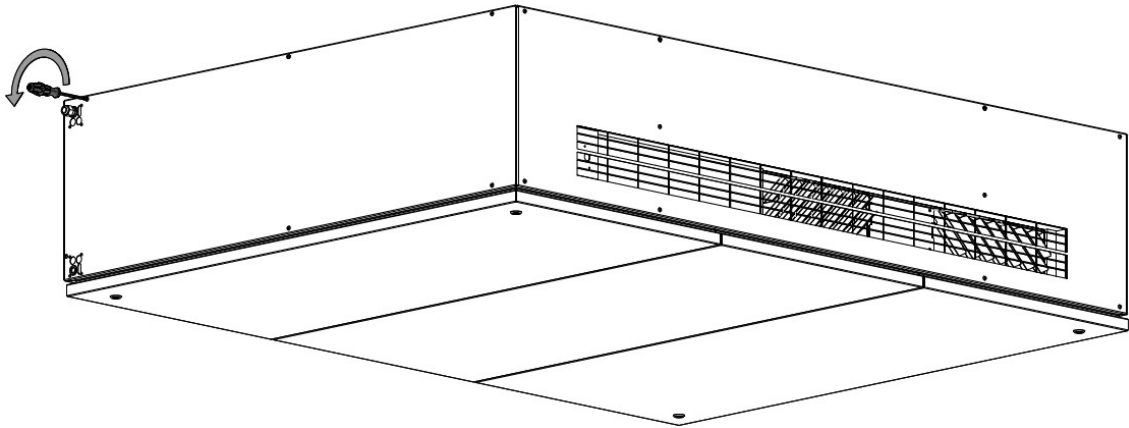

Abbildung 8: Demontieren der Seitenabdeckung, linke Seite
1. Demontieren Sie die linke Seitenabdeckung, siehe Abbildung 8. Legen Sie die Abdeckung vorsichtig auf eine Schutzunterlage, um Kratzer auf der Oberfläche zu vermeiden.